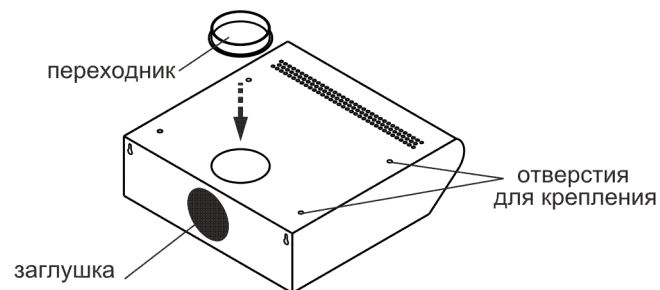

рис. 6
- зафиксируйте переходник в верхнем положении (рис. 6);
- заглушкой (рис.6) закройте отверстие на задней стенке изделия;
- разметьте и просверлите четыре отверстия в полке (к которой крепите вытяжку), согласно отверстиям для крепления на верхней панели корпуса вытяжки (рис.6);